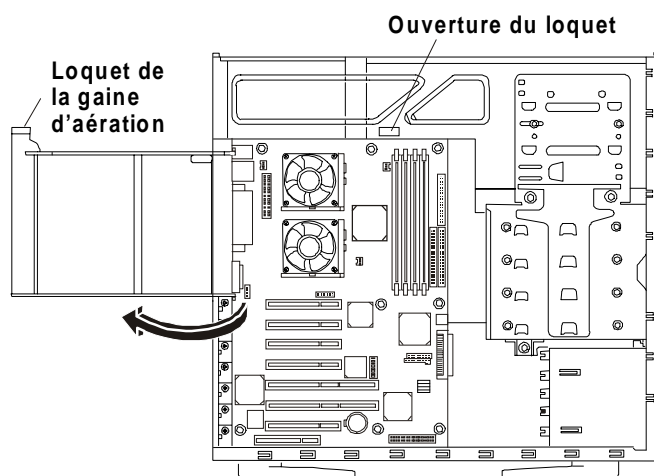

Figure 6-2. Retrait de la gaine d'aération
7. Débloquez la gaine d'aération de son logement et déplacez-la. Reportez-vous à la figure 6-2.